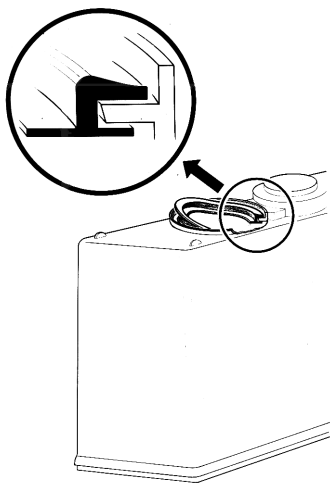

figure 10
- Replacer le joint du réservoir en laissant la couronne plus épaisse au dehors du réservoir (voir figure 10).